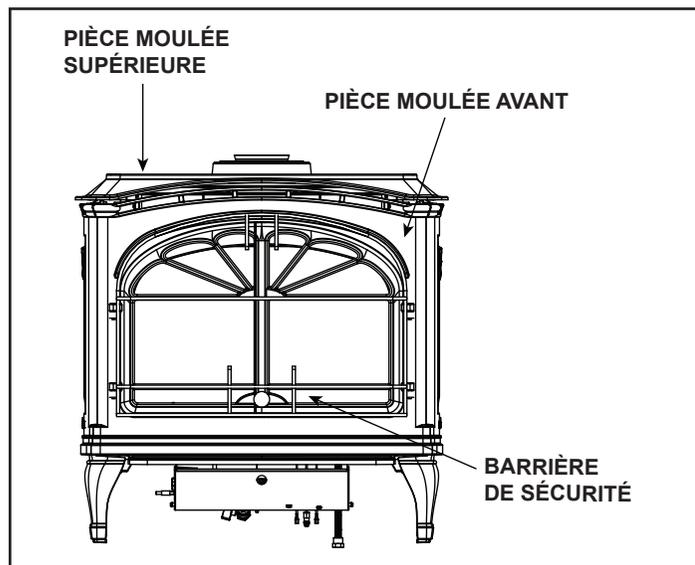

Figure 10.1 Retrait des pièces moulées
2. Retirez la pièce moulée avant en l'attrapant par le sommet et en la soulevant. Si le poêle est déjà installé avec une évacuation des gaz par le haut, la pièce moulée supérieure devra être légèrement soulevée pour accommoder le retrait de la pièce moulée avant. Voir la figure 10.1. Mettre de côté la pièce moulée avant sur la surface de travail préparée.
À l'aide d'un embout Philips no 2, réinstallez la vitre en installant à nouveau les trois dispositifs de fixation du dessus de l'assemblage du cadre de la vitre. Serrez pour fixer. Ne serrez pas trop. Consultez les figures 10.1 et 10.2 en référence. Réinstallez la façade moulée en la mettant en place et en serrant la vis papillon.